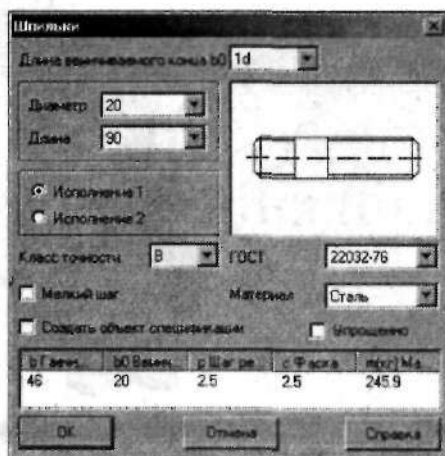

Рис. 3.56. Диалоговое окно выбора параметров Шпильки
4. Дважды щелкните левой клавишей мыши по заголовку **Шпильки** в левой части окна — появится диалоговое окно выбора параметров шпильки (рис. 3.56).